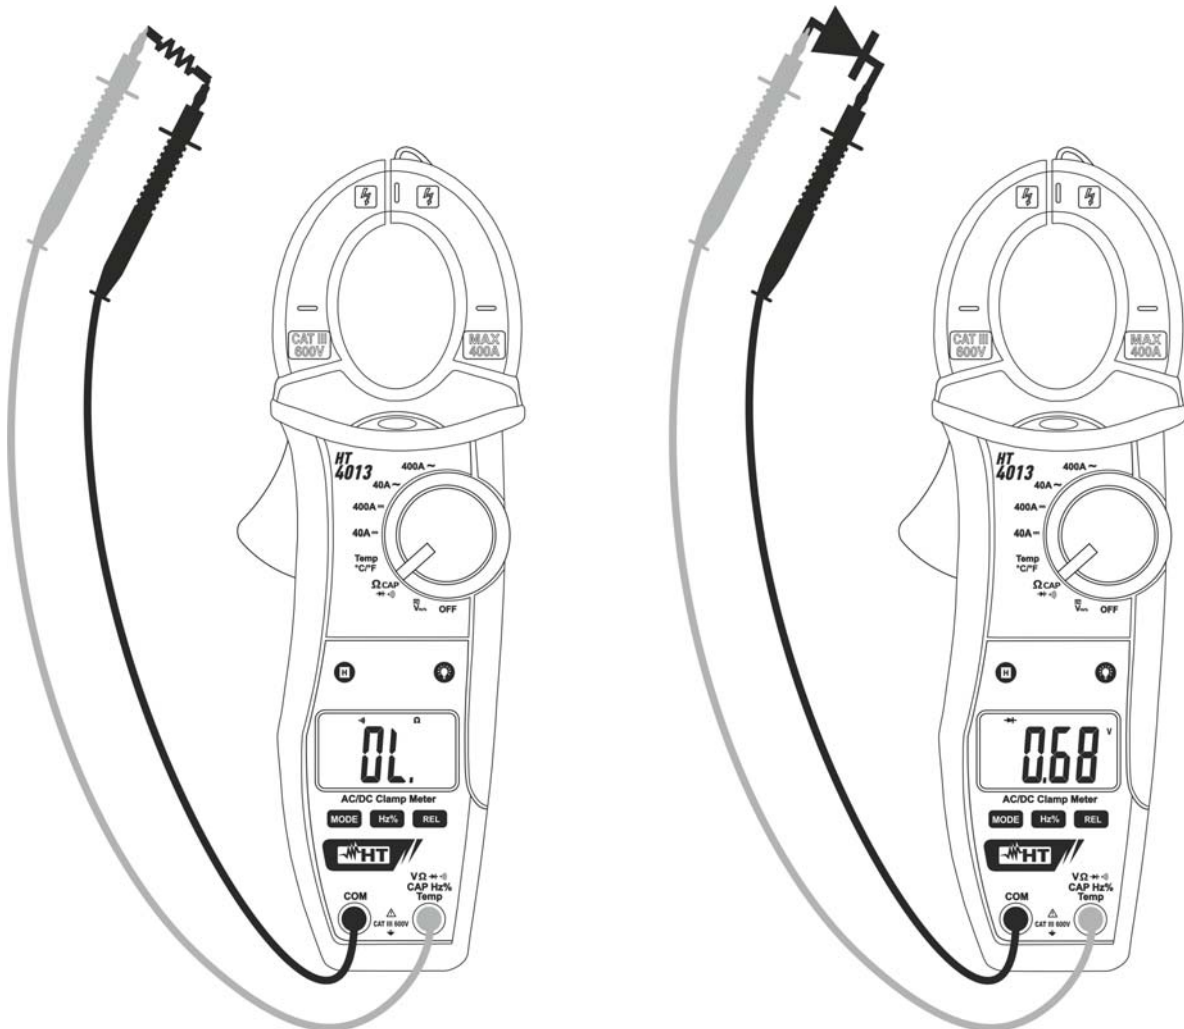

Fig. 7: Uso della pinza per Test Continuità e Prova Diodi
3. Inserire il cavo rosso nel terminale di ingresso **V Ω \rightarrow)) CAP Hz% Temp** e il cavo nero nel terminale di ingresso **COM** ed eseguire il test di continuità sull’oggetto in prova (vedere Fig. 7– parte sinistra). Il cicalino emette un segnale acustico quando il valore della resistenza misurata è inferiore a circa 150 Ω
5. Connettere il puntale rosso all’anodo del diodo e il puntale nero al catodo in caso di misura di polarizzazione diretta (vedere Fig. 7 – parte destra). Invertire la posizione dei puntali in caso di misura di polarizzazione inversa